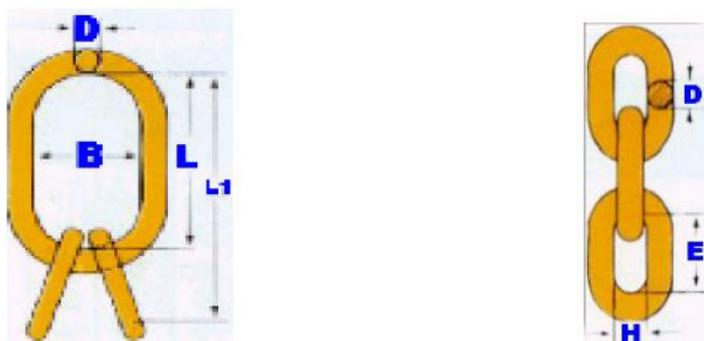

figura 2
- l'usura della catena e dei componenti sia superiore al 10% delle dimensioni originali, da misurare con il calibro secondo le modalità indicate in figura 2 (l'usura della maglia della catena viene definita come la riduzione del diametro medio misurato in due direzioni perpendicolari);